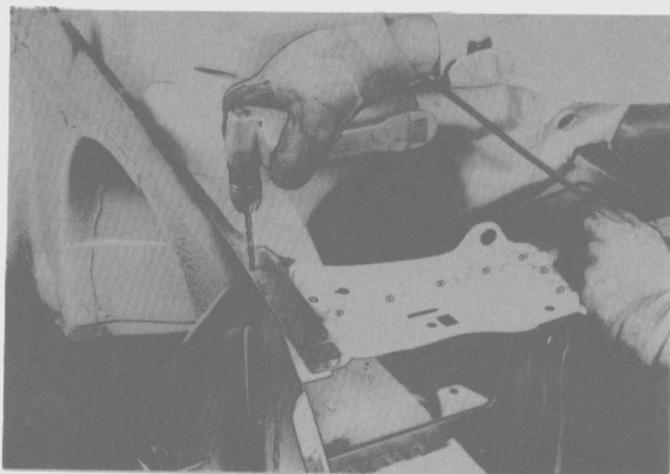

Fig. 103
- Taladrar los puntos de soldadura en las uniones del panel del soporte del radiador con el panel del guardabarro delantero interior y el panel de montaje del faro (Fig. 103).